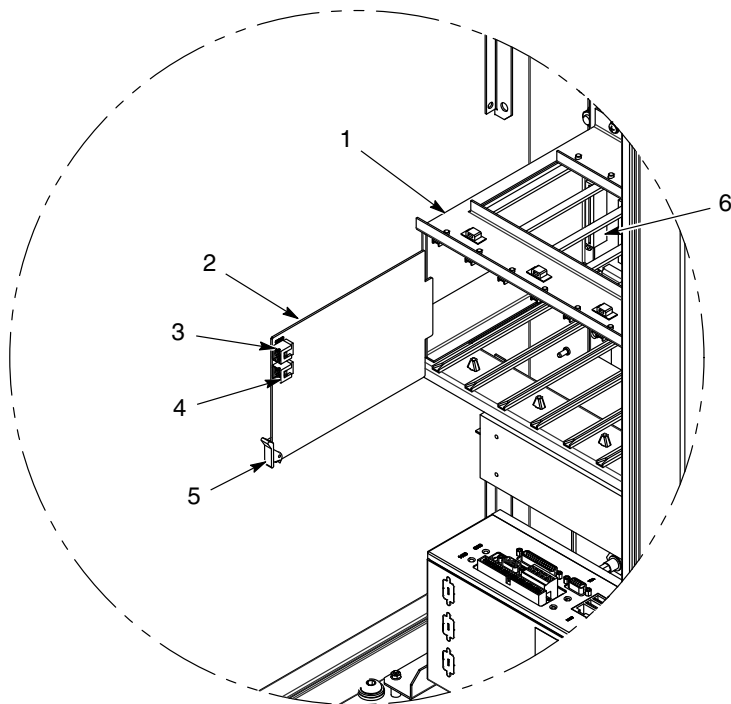

Рис. 5-3 Замена платы управления распылителями
См. рис. 5-3. Платы управления распылителями (2) установлены в стойке плат слева направо. Каждая плата управляет двумя распылителями: нижний разъем предназначен для распылителя с нечетным номером, а верхний для распылителя с четным номером.